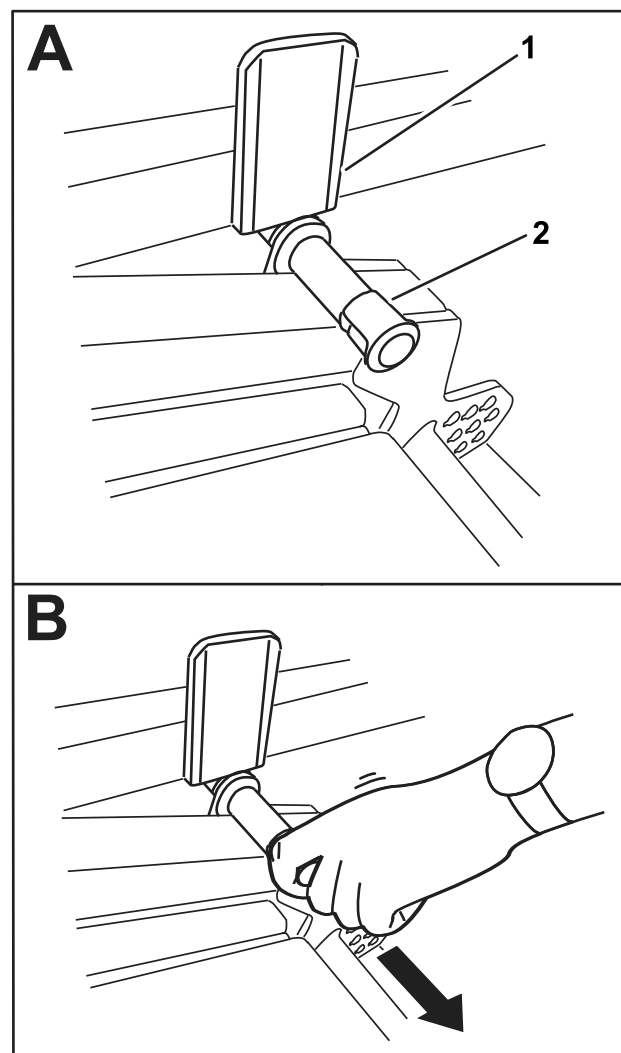

図 39
3. 足でカッティングユニットを下げ、ピンB図 39を引き抜くと、カッティングユニットは移動走行位となる。
2. ピンが昇降アームプレートに当たるまでカッティングユニットをゆっくりと降ろすA図 39。